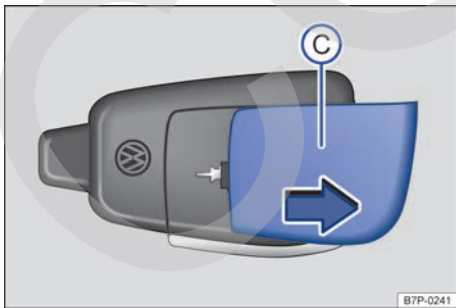

Fig. 136 Calefacción independiente: tapa de la pila del mando a distancia por radiofrecuencia.
- Retire la tapa de la pila en el sentido de la flecha → fig. 136 .